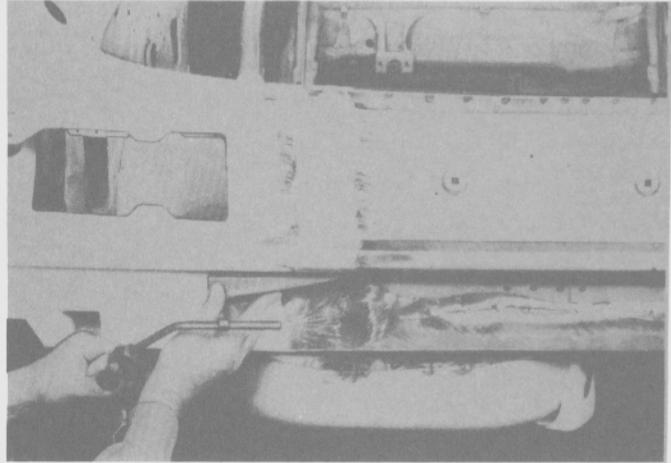

Fig. 290
- Estañar y rellenar la unión con soldadura (fig. 290).